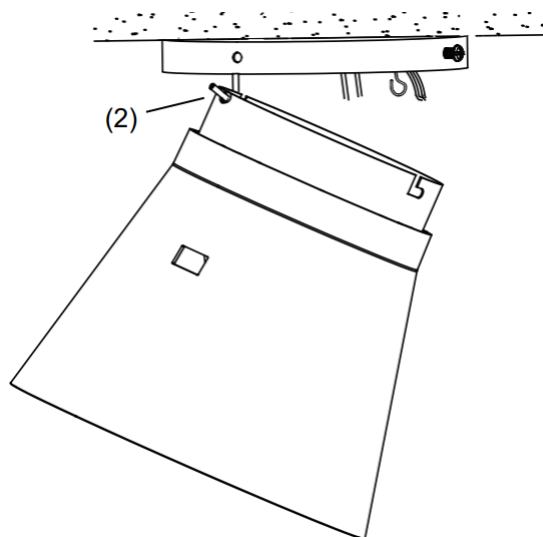

Fig. 7
- Eleve el ensamblaje del ventilador hasta el soportedemontaje. Cuelgue el ensamblaje del ventilador en el gancho en forma de J (2) del soporte de armado. (Fig.7)